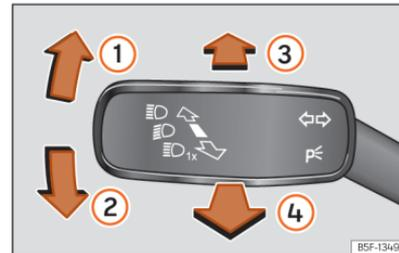

Abb. 105 Blinker- und Fernlichthebel.
- Drücken Sie den Blinker- und Fernlichthebel aus der Ausgangsstellung nach vorne »» (Abb. 105) .
- **ODER:** Ziehen Sie bei eingeschaltetem Fernlichtassistenten den Blinker- und Fernlichthebel nach hinten »» (Abb. 105) .